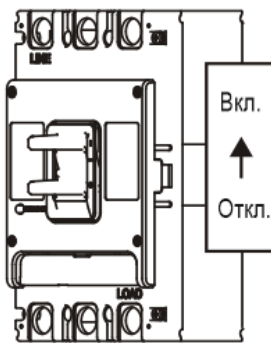

Рис. 3
- 3) Повторно включите автоматический выключатель и переведите ручку в положение «ВКЛ» (Включено), см. рис. 3.